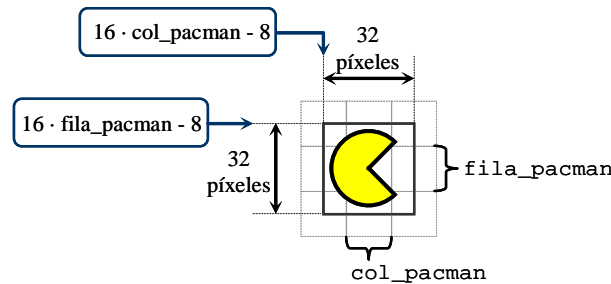

Figura 15.10: Coordenadas del *pac-man* ampliado
Por último sólo queda pintarlo. En el proceso que asigna los colores de la VGA ya no podemos seleccionar el área del *pac-man* basándonos en la fila y columna de la cuadrícula (`fila_cuad=fila_pacman` y `col_cuad=col_pacman`) ya que ahora el *pacman* ocuparía también parte de las ocho cuadrículas adyacentes, tal como se puede ver en la figura 15.10. Por lo tanto, ahora tenemos que calcular los píxeles y líneas de la pantalla donde empezaría a dibujarse la imagen (referidos a la pantalla y no a la cuadrícula).
La figura 15.10 muestra en qué píxel de la pantalla hay que empezar a mostrar el *pac-man*, simplemente hay que restar 8 (la mitad de una celda) a la columna y a la fila de la VGA
- Para pintar el *pac-man* se calculan sus coordenadas como se hizo en la figura 15.10 pero al valor de la columna se le resta el valor de  $\text{pacm\_px1mov}$ .